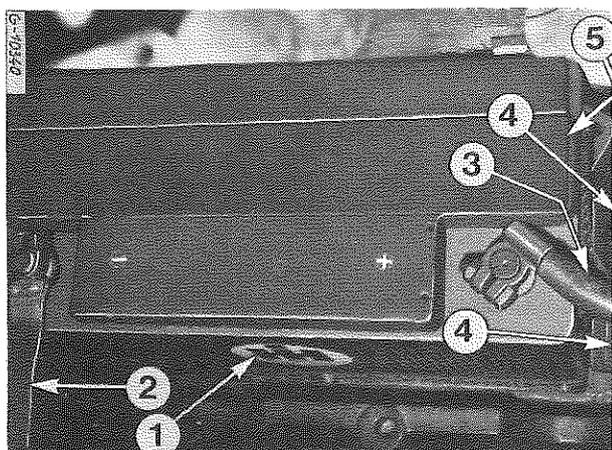

Figure 106
La batterie est située derrière la calandre - Fig. 106.
La batterie ne peut être retirée que moteur arrêté. Débranchez d'abord le câble de masse (2) Fig. 106 puis le câble de la borne (+) (3). Desserrez les vis de fixation (4) et ôtez la batterie.